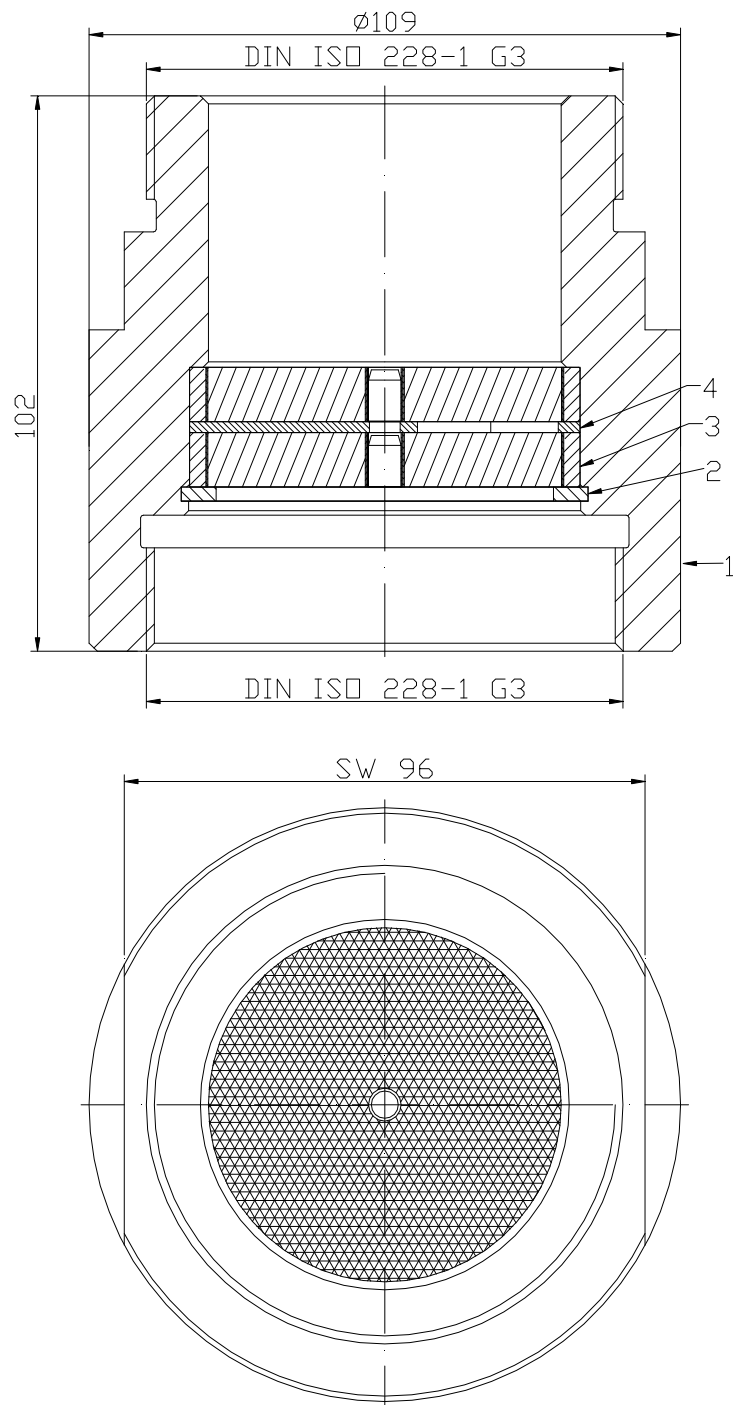

Bild 2:
(Siehe auch Bild 2)
(siehe Bild 2)
- Bestellnummer (Position siehe **Bild 2**)